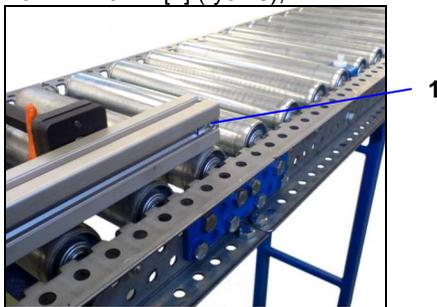

Рис.13
- с) Снять ограничитель линейки [1] (рис.13),